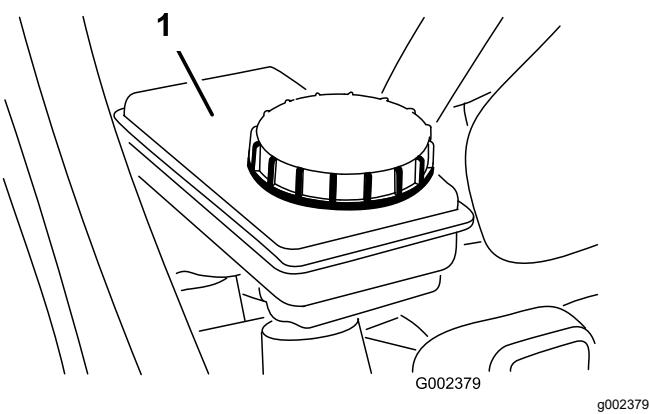

**Figura 54**
4. Levante el capó para acceder al cilindro del freno principal y al depósito (Figura 54).